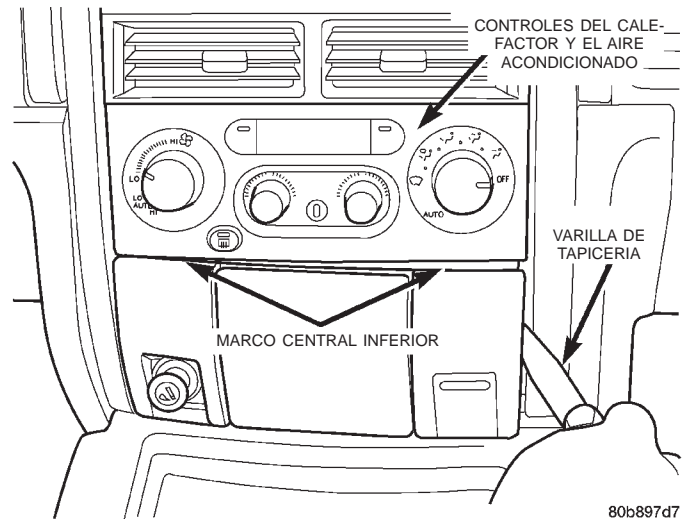

Fig. 15 Desmontaje e instalación del marco central inferior del tablero de instrumentos
(1) Desconecte y aisle el cable negativo de la batería.
(2) Utilizando una varilla de tapicería u otra herramienta adecuada de hoja ancha y plana, haga palanca suavemente en cada una de las cuatro esquinas del marco central inferior para separarlo del tablero de instrumentos lo suficiente a fin de desenganchar los cuatro collarines de presión de sus receptáculos (Fig. 15).
(3) Separe el marco central inferior del tablero de instrumentos lo suficiente para acceder a los conectores del mazo de cables del tablero de instrumentos.
(4) Apriete las patas de instalación del capote de la luz del cenicero y retírelo del orificio rectangular en el protector contra llamas del cenicero.